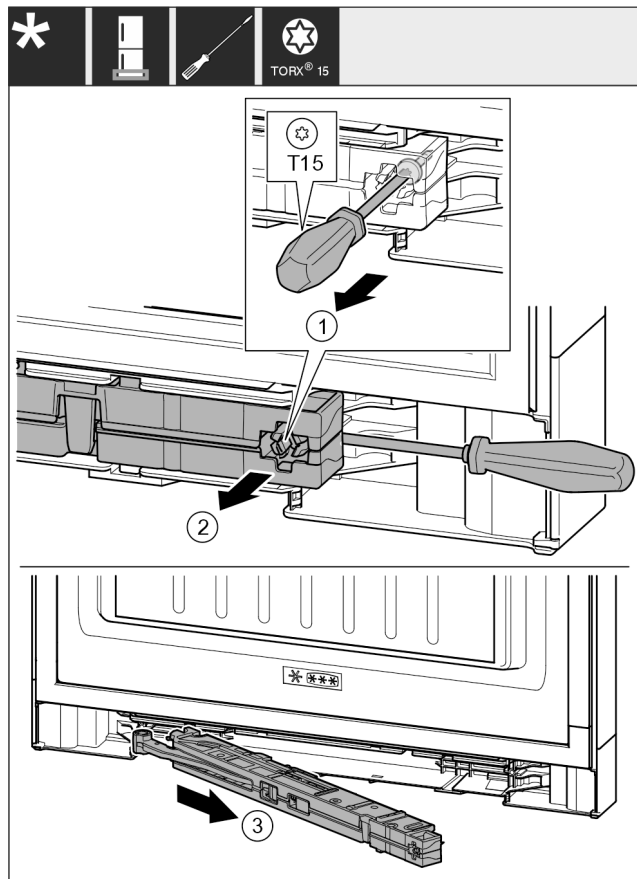

Fig. 19
- Vijak Fig. 19 (1) na jedinici prigušivača zatvaranja otpustite odvijačem 14 mm.
- Jedinicu prigušivača zatvaranja Fig. 19 (2) podignite odvijačem prema gore na strani ručke.
- Izvucite jedinicu prigušivača zatvaranja Fig. 19 (3).